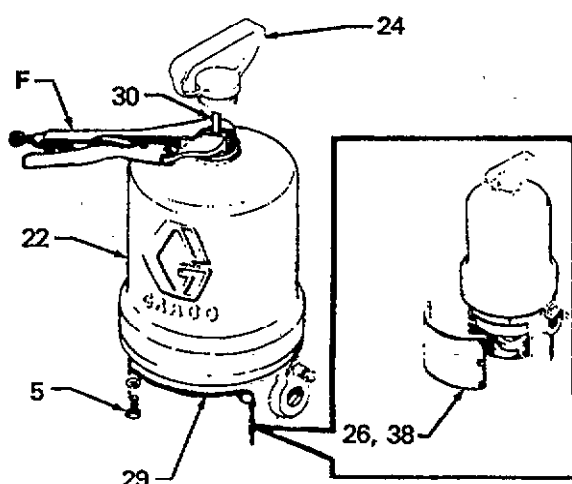

Fig. 2
Lorsque vous arrêtez la pulvérisation, même pour un court instant, mettez toujours le verrou de gâchette en position fermée ou SECURITE, pour rendre le pistolet inopérant. Le non respect de cette précaution risque d'entraîner un déclenchement accidentel du pistolet. Voir fig.2, page 5.
Pour remettre les vannes de transmission d'air en position initiale et redémarrer un moteur pneumatique calé, décompresser la pression de l'air d'alimentation du moteur en fermant le robinet de purge d'air. Si les vannes de transmission d'air ne reviennent pas à l'état initial, dévisser l'écrou à chape (24) du cylindre (22), remonter la tige (30) et revisser l'écrou à chape sur le cylindre. Voir fig.2. S'assurer que la pression d'alimentation en air est inférieure à 12 bar avant d'ouvrir le robinet de purge d'air.
Pousser manuellement la tige du piston pour amener celui-ci en haut de sa course. Dévisser l'écrou à chape (24) du cylindre (22). Remonter l'écrou à chape (24) à déclenchement (30) avec des pinces (F) munies d'un revêtement et dévisser l'écrou à chape de la tige. Voir fig.2.
Retirer les huit vis (5) maintenant le cylindre (22) à la base (29) et tirer avec précaution le cylindre *verticalement* pour le séparer du piston. Voir fig. 2.
Le piston du moteur pneumatique, situé derrière les plaques de celui-ci (26, 28), se déplace lorsque le moteur est alimenté en air. Les pièces en mouvement peuvent pincer ou amputer les doigts ou d'autres parties du corps. NE JAMAIS faire fonctionner la pompe, plaques du moteur pneumatique déposées. Voir fig.2.